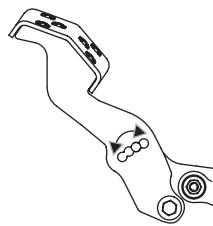

Figura 42
3. Coloque el pedal en la posición óptima según la preferencia del operador. Vea la Figura 42.